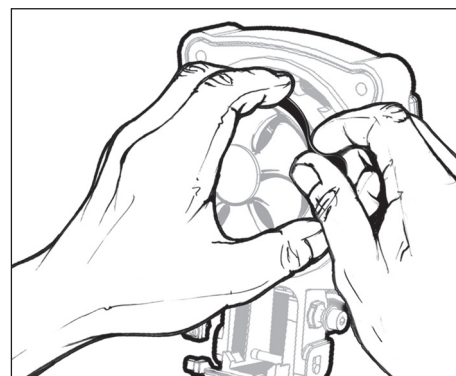

Figure 6
2. Sortir avec précaution le joint torique de la rainure en tirant et le faire passer par-dessus le ventilateur (voir la figure 6). Essuyer le joint torique avec un chiffon doux. Vaporiser une petite quantité de nettoyant dégraissant sur le chiffon pour aider à retirer tout résidu présent. Répéter si nécessaire pour retirer tout résidu toujours présent sur le joint torique.